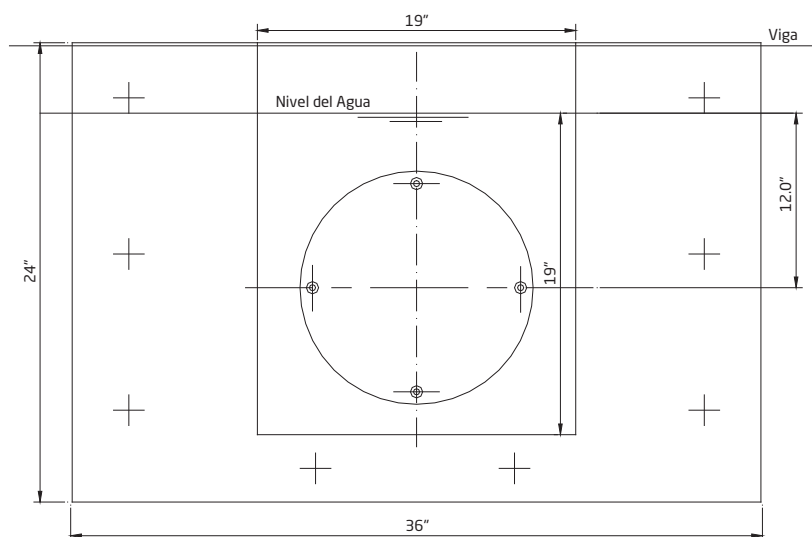

Figura 9
- Una (1) pieza de madera contrachapada de 2' x 3' x 1/4"
- Ocho (8) tirafondos de 1/4" x 1-1/2" (mínimo)
- Ocho (8) anclajes de tirafondos de expansión de plástico
4. Tomando la madera contrachapada de 2' x 3' x 1/4", ajuste su borde superior a la tapa de la pared de la piscina. En algunos casos, quizás se necesite un pedazo de madera contrachapada más grande para cubrir el agujero completamente. Si la madera contrachapada cubre el agujero totalmente, marque la línea de agua sobre la madera. A partir de esta línea, perfore los agujeros en la madera para colocar los cuatro (4) tornillos de gunita M8 x 80 (parte #31) y los ocho (8) tirafondos de 1/4". (Ver Figura 9)
5. Inserte los cuatro (4) tornillos de gunita M8 x 80 (parte #31) en la carcasa de chorro. Se debe colocar uno en cada extremo de la línea central vertical y uno en cada extremo de la línea central horizontal (parte #26). Coloque la cobertura de gunita sobre los clavos cubriendo la parte interna de la carcasa de chorro. Luego coloque la madera enchapada en los clavos y ajústela a la carcasa de chorro con cuatro (4) arandelas M8 (parte #32) y cuatro (4) tuercas remachables M8 de cobertura de gunita (parte #33). La conexión de descarga debe estar ubicado justo **ARRIBA** de la conexión de succión.
6. Ahora coloque este montaje en la pared de la piscina y proceda a alinear las marcas de la línea de agua. Con un cierto nivel en los dos (2) pernos horizontales, nivele el montaje y marque los ocho (8) orificios para los anclajes de tirafondos de 1/4". Retire el montaje y perfore agujeros para los anclajes de tirafondos de expansión. Instale dichos anclajes. Vuelva a colocar el montaje y fíjelo a los anclajes de los tirafondos de 1/4" con tornillos de retraso. Lo mejor es consultar con un nivel antes de apretar los tornillos manualmente.